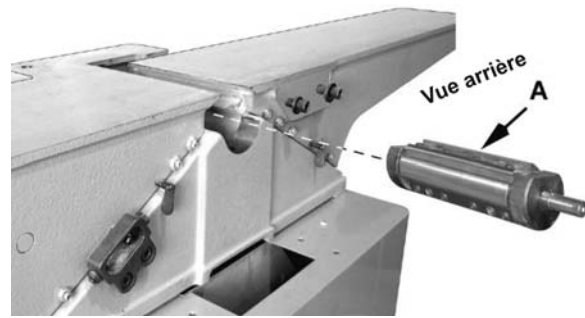

Figure 48
11. Déposez prudemment la tête de la découpeuse (A, Fig. 48).